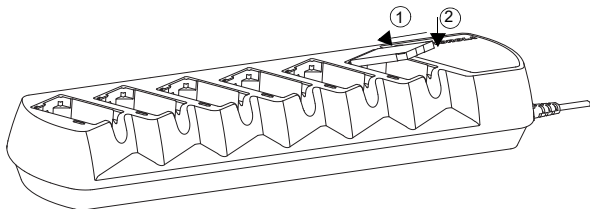
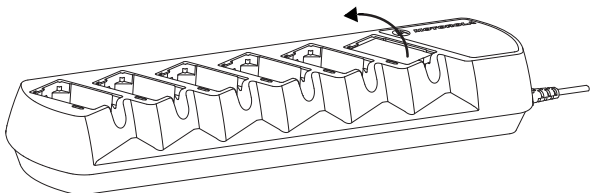

Рис. 4: Установка аккумулятора в карман зарядного устройства
Рис. 5: Извлечение аккумулятора из кармана зарядного устройства.
4. Чтобы зарядить аккумулятор, вставьте его в карман зарядного устройства следующим образом: (см. Рис. 4 и Рис. 5).